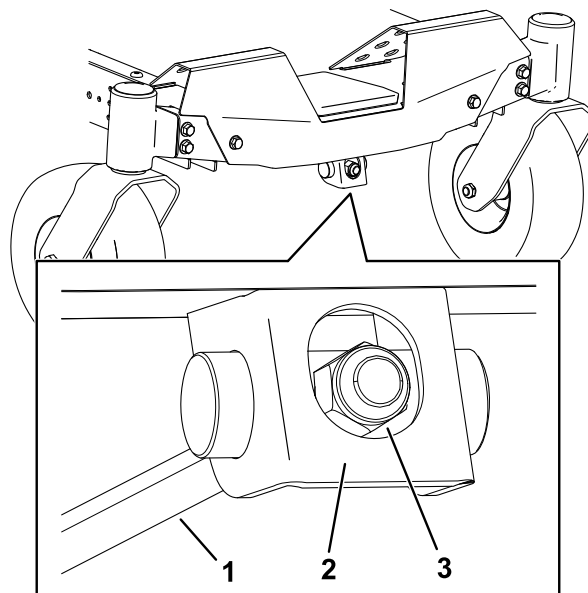

Figure 73
1. Tournez l'écrou de réglage à l'avant du tablier de coupe (Figure 73).